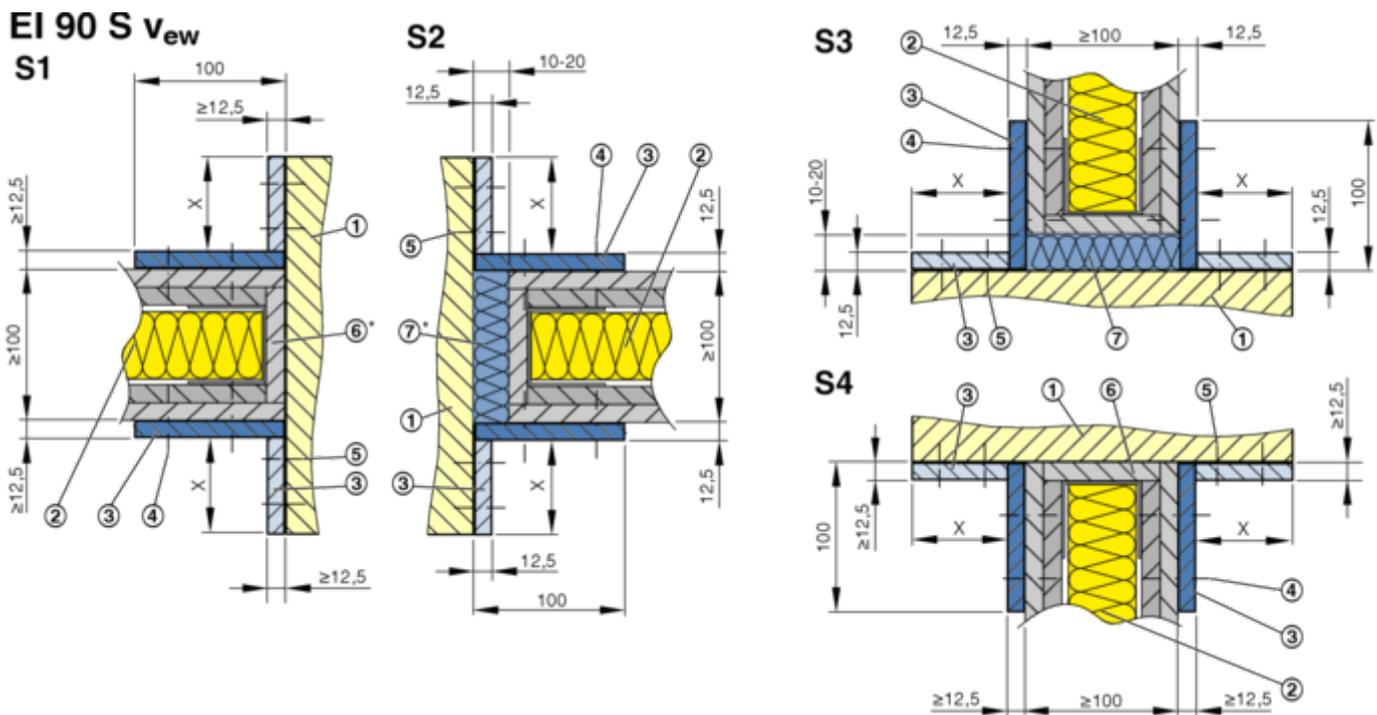
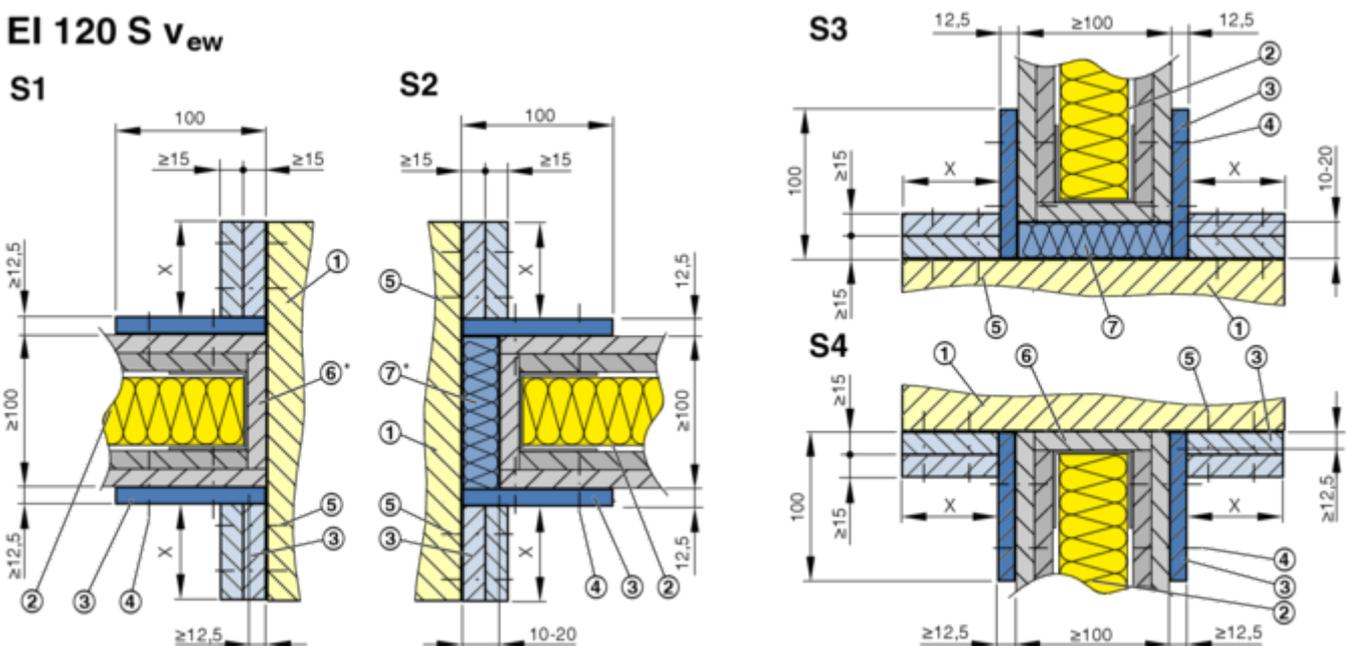

Fig. 43 : Détails EK-JZ Montage à sec sans mortier dans un mur plein, une paroi à gaine pleine EI 90 S
Fig. 44 : Détails EK-JZ Montage à sec sans mortier dans un mur plein, une paroi à gaine pleine EI 120 S, légende ↻ Fig. 43
Profilé en V ↪ Fig. 43 , Fig. 44
- EI 90 Svew : profilés en V des deux côtés du mur, 1 bande  $\geq 12,5$  mm, ↳ Fig. 43
- EI 120 Svew : profilés en V des deux côtés du mur, 2 bande  $\geq 15$  mm, ↳ Fig. 44
- Les cavités sont remplies de laine minérale ou de laine de roche (7).